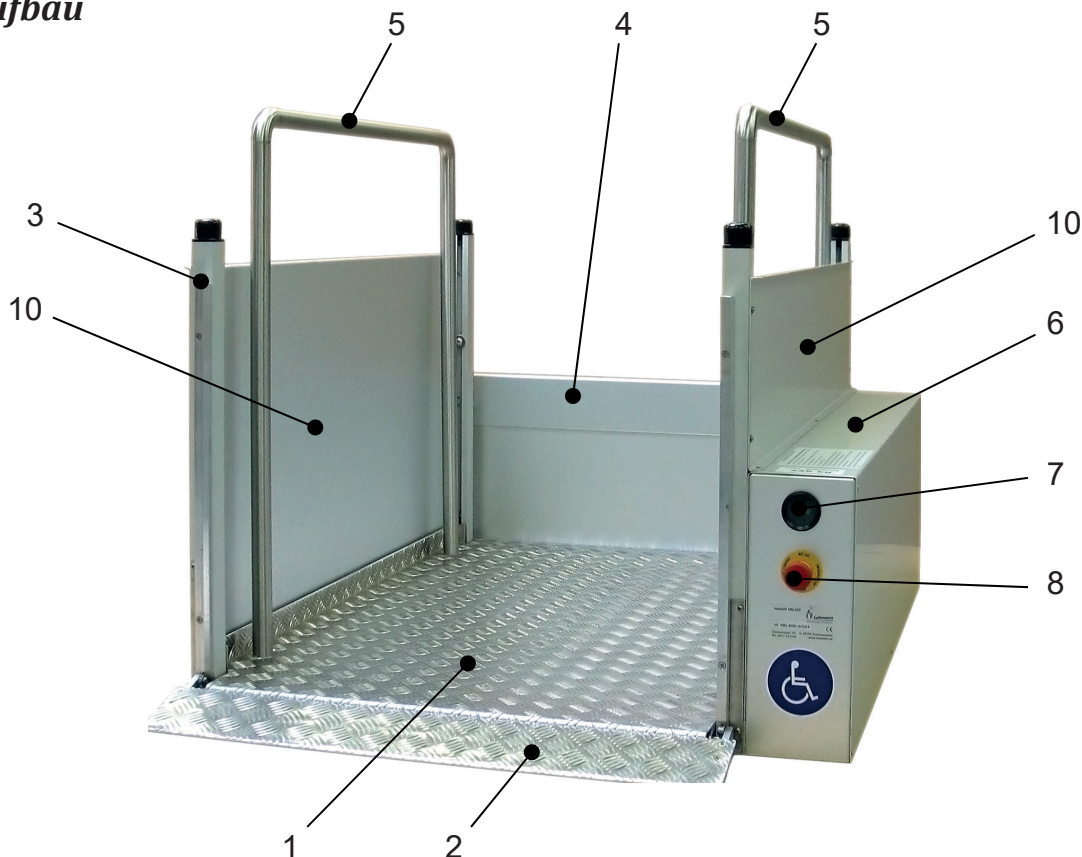

Abb. 1: Hebelift HBL600 G
Zum Lieferumfang eines Hebelifts der HBL-Serie gehört ein Bedienelement, siehe dazu auch Kapitel 4.3 Seite 13. Die Hebelifte HBL600 und HBL1000 sind serienmäßig mit einem Geländer (Abb.1, S.6) ausgestattet. Für den HBL300 ist ein Geländer optional erhältlich.
- Während des Hubvorgangs nicht an bzw. in die Tragsäulen (Abb.1, S.6, Pos.3) fassen und nicht zwischen Plattform (Abb.1, S.6, Pos.1) und Seitenwand (Abb.1, S.6, Pos.10) greifen.